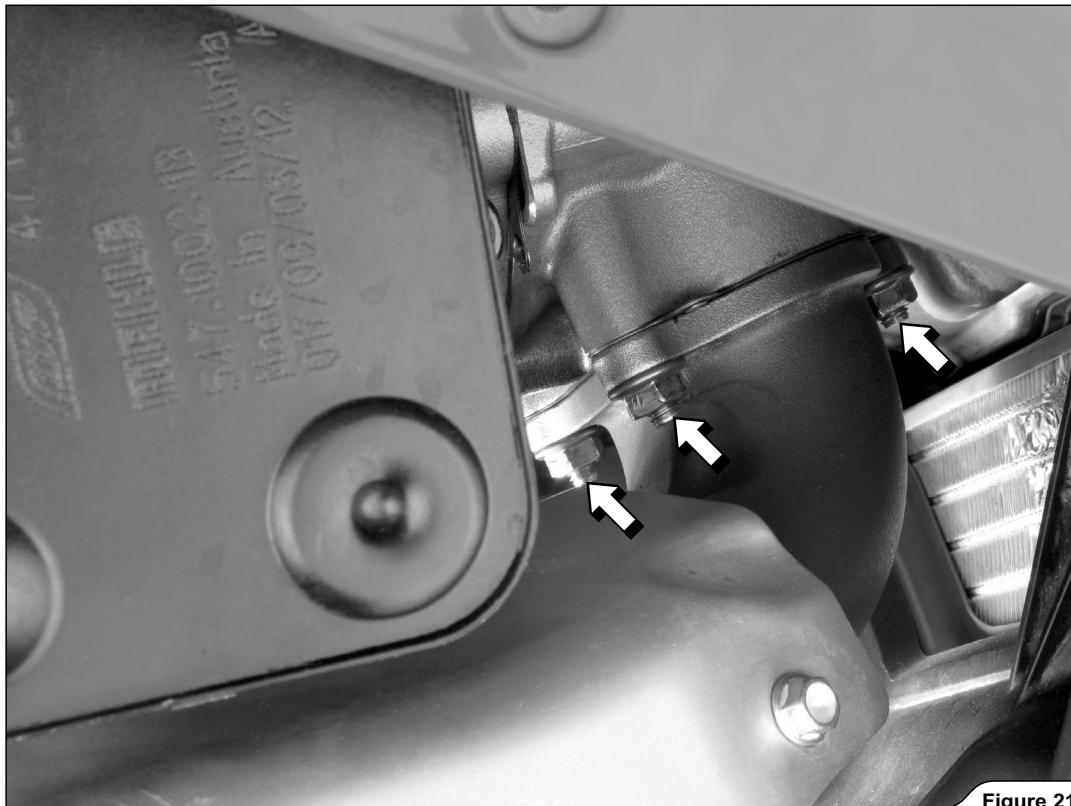

Figure 21
11. 図に示すナットを緩めて外し、フロントマニホールドパイプを慎重に車両から取り外します（図 21）。